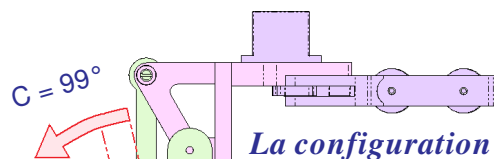

Fig.1
*La configuration de la Fig.1 après avoir saisi une pièce ou pour la déplacer en vue de la déposer devrait systématiquement servir d'intermédiaire avant d'engager une rotation de la HANCHE. Recommandée pour toute rotation en azimuth, avec le COUDE à 99° et l'ÉPAULE à 90°, cette configuration "verticale" soulage au maximum les articulations du COUDE et de l'ÉPAULE, et surtout conduit à l'inertie minimale en rotation pour l'ensemble. Enfin elle minimise les risques de collision durant les balayages en azimuth.*
Compte tenu des informations du bas de cette fiche et des divers protocoles conseillés pour utiliser le bras manipulateur, l'**EXEMPLE** du verso conduit aux postures de la Fig.1 qui liste l'état de la mémoire d'APPRENTISSAGE après avoir enregistré tous les mouvements pour déplacer correctement l'objet.